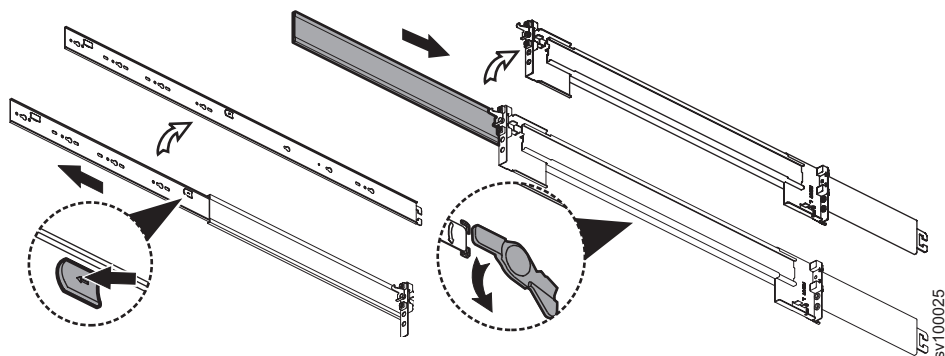

図 22. レールの内部セクションの切り離し
3. 図 22 に示すように、3 つの部分から成る 1 本のレールの内部セクションを切り離します。